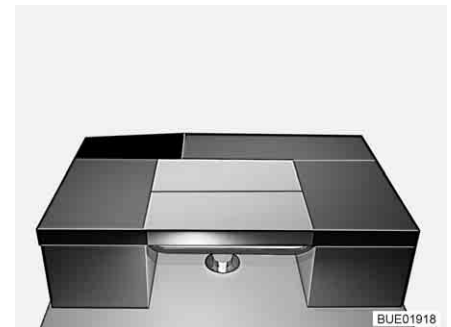

Fig. 124 Après la transformation
- Placer le coussin de dossier de la banquette en travers sur la table (voir Fig. 124).